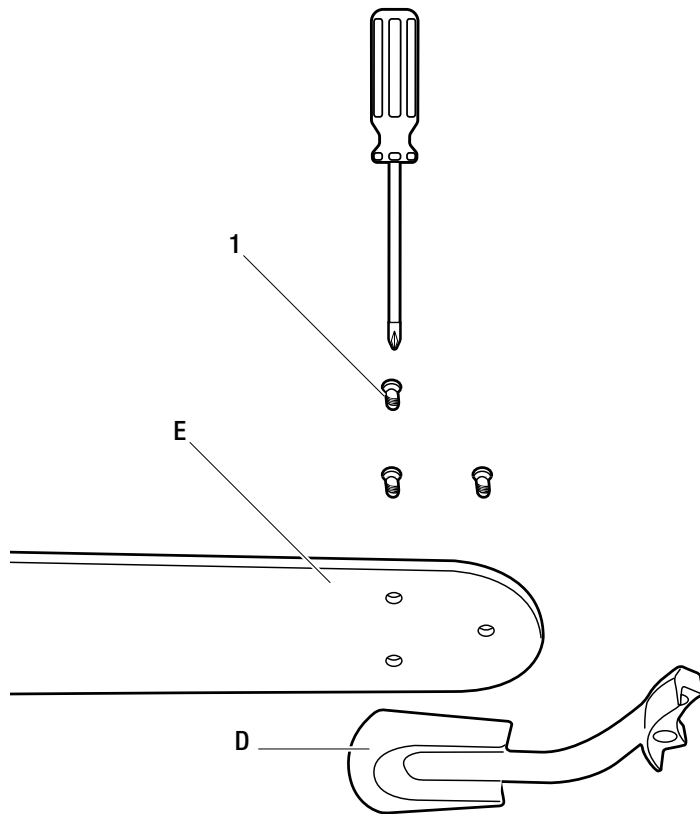

Figura 10
- Monte los porta aspas (D) a las aspas del ventilador (E) usando los tornillos (1) proporcionados – 3 por asa (Figura 10). Note que las arandelas de goma están preinstaladas al porta aspas (D).